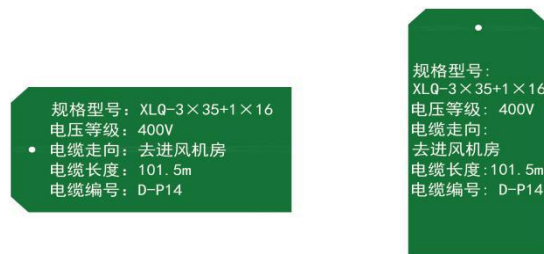
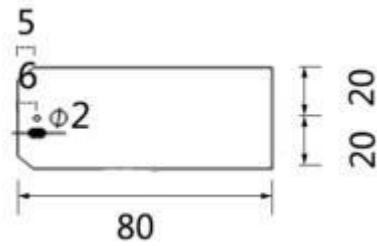

图 25 电缆管线标识牌样式示例
图 26 电缆管线标识牌样式示例
5. 电缆管线标识牌悬挂于电缆的两个终端头和检修口。标注内容为：规格型号、电压等级、电缆走向（去向和来向）、电缆长度和工程竣工图中的电缆编号等。电缆管线标识牌材质为厚度不小于 2mm 的国家标准平板铝合金。印制方式为烤漆，耐久时间应在 10 年以上不褪色。电缆管线标识牌背景颜色为绿色 RGB(8, 119, 21)，文字颜色为白色 RGB(255, 255, 255)，字体为黑体，字号大小适当，同一工程应一致。电缆管线标识样式及尺寸示例见图 25、图 26。